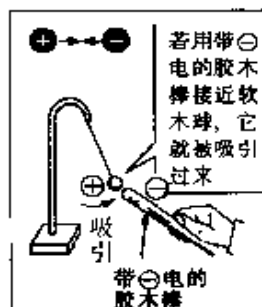

图3
③ 再拿带负电的橡胶棒靠近软木球，软木球则被橡胶棒所吸引（图3）。